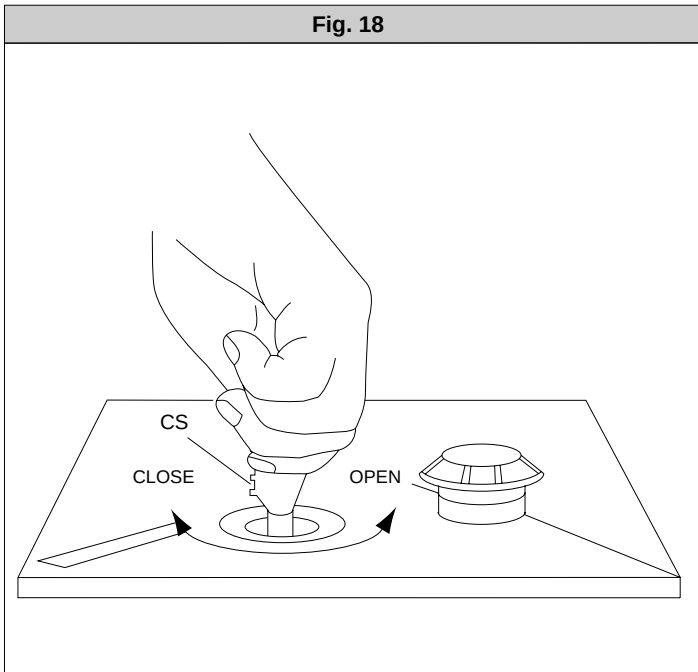

Fig. 19
17.1) Entlüften (Abb.19)
- i) Ölstand auffüllen, er muß sich gerade eben unterhalb des Stopfens "P" befinden (Abb.19). Füllen Sie mit IDROLUX oder gleichwertigen Ölsorten auf.